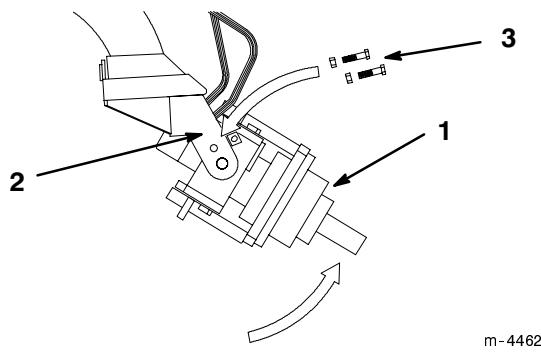

Abbildung 5
3. Den Antriebskopf in vertikale Position bringen und zwei 9 cm (5/8"-11 x 3-1/2") Schrauben in die Schlitte und Löcher im vorderen und hinteren Gestellarm und im Antriebskopf stecken (Abb. 5).
5. Den Bohrerantriebskopf mit der Hand nach oben drehen und zwei 9 cm (5/8"-11 x 3-1/2") Schrauben durch die Löcher im linken und rechten Gestellarm stecken (Abb. 5).
6. Die Schrauben jeweils mit einer 5/8"-11-Mutter leicht befestigen (Abb. 5).